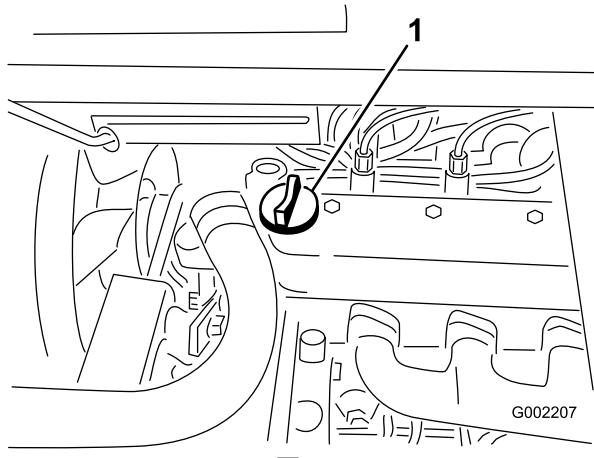

図 17
3. 油量が少なければ、バルブ・カバーの上についている補給口(図 17)を開け、ディップスティックの Full マークまでオイルを補給する; オイルの種類や粘度の選択についてはエンジンの整備、34ページ「エンジン・オイルについて」を参照。補給するときは、ディップスティックで確認しながら少量ずつ入れてください。入れすぎないよう注意してください。